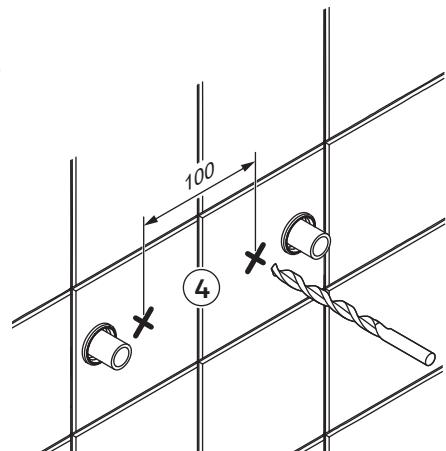

Fig. 1
Alla infästningar i våtzon 1 och 2 ska tätas, se "Fig. 1" eller "Fig. 2". Material för tätnings ska fästa mot underlaget och vara vattenbeständigt, mögelresistent och åldersbeständig.
4. The screw mountings should be of a sturdy design, for instance made of concrete, wooden studs, wooden nogging pieces or a design that has been tested and approved for mounting, e.g. pad design. All attachment points must be sealed. See "Fig. 1" or "Fig. 2". The sealant material must attach firmly to the underlying surface and be water-resistant, mould-resistant and non-ageing.